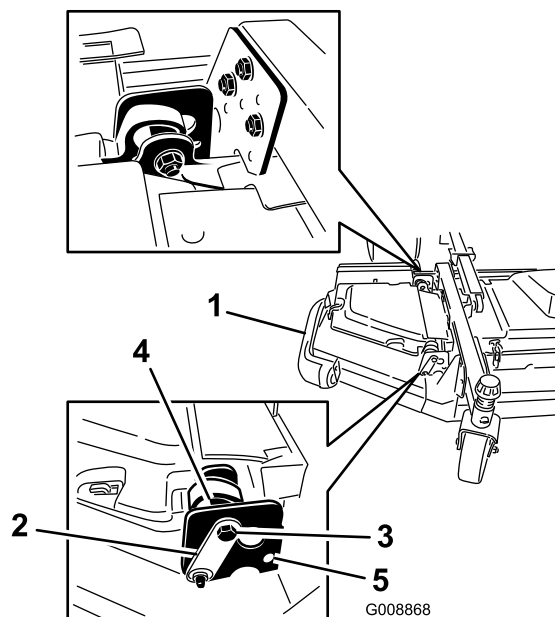

Figura 7
2. Afloje los pernos y las tuercas que sujetan los 2 espaciadores excéntricos a las alas (Figura 7).
4. Gire el excéntrico trasero (el más cercano a la unidad de tracción) hasta que la punta exterior de la cuchilla esté aproximadamente 3 mm ($\frac{1}{8}$ ") más alta que la altura de corte deseada (Figura 7).